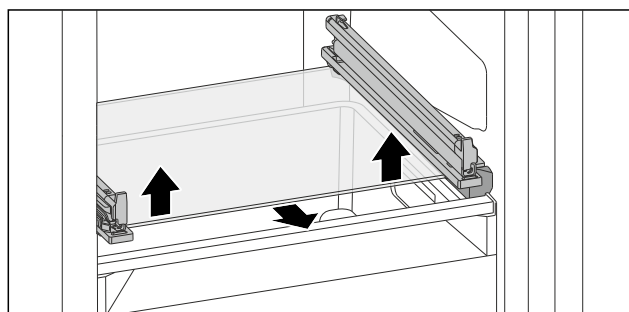

Fig. 107 可倾斜抽屉的玻璃隔板
- ▶ 从下方两侧向上推玻璃隔板。（参见 Fig. 107）